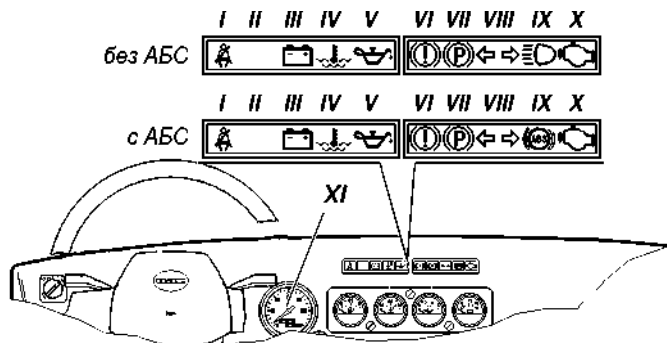

Рис. 3.4. Блок контрольных ламп (наименование позиций см. в тексте)
На рис. 3.4 изображен блок контрольных ламп. Контрольные лампы зеленого и синего цвета информируют водителя о нормальном функционировании включаемой системы. Лампы оранжевого цвета предупреждают водителя о необходимости принятия мер для обеспечения дальнейшей нормальной работы автомобиля. Лампы красного цвета предупреждают водителя о необходимости немедленного принятия мер, предотвращающих аварийную работу агрегатов, обеспечивающих безопасность автомобиля;
После включения блокировки происходит автоматическое отключение АБС, в результате чего загорается сигнализатор  неисправности АБС и сигнализатор  неисправности электронного регулятора тормозных сил (ЕВД) (рис. 3.4). **В связи с тем, что сигнализатор ЕВД совмещен с сигнализатором неисправности рабочих тормозов, допускается эксплуатация автомобиля с включенным сигнализатором неисправности тормозов красного цвета только при активной блокировке дифференциала.**
происходит автоматически при выключении зажигания, или при превышении скорости 30 км/час. После выключения блокировки сигнализаторы блокировки дифференциала заднего моста (ABS) и неисправности тормозной системы (1) в комбинации приборов (рис. 3.4) гаснут.